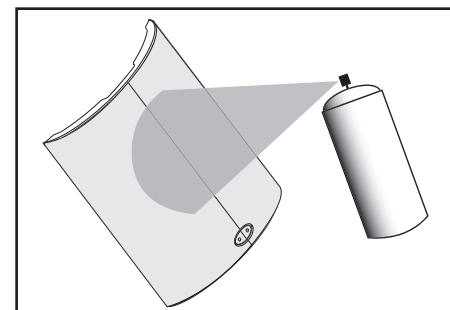

FIGURE 8
2. Using spray paint, spray two thin coats of finish color with no primer [figure 8]. If you're using a compressor and spray gun, use the finest, most diffuse setting. Be careful not to fill the holes in the grille with paint.
2. Appliquez deux couches minces de peinture de finition en aérosol (sans peinture de fond) (figure 8). Si vous utilisez un compresseur ou un pistolet pulvérisateur, choisissez le réglage le plus fin, le plus diffus. Assurez-vous de ne pas boucher les trous de la grille avec la peinture.